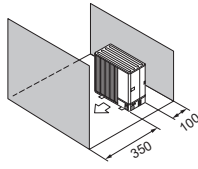

Fig. 2-10
- (5) Enbart hinder eller stängd yta på framsidan och baksidan (Fig. 2-10)